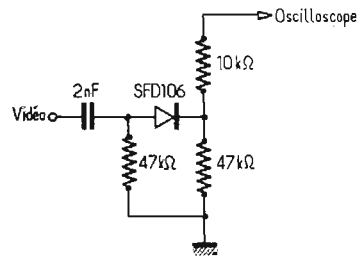

Fig. 7
- Une sonde de détection (Fig. 7).